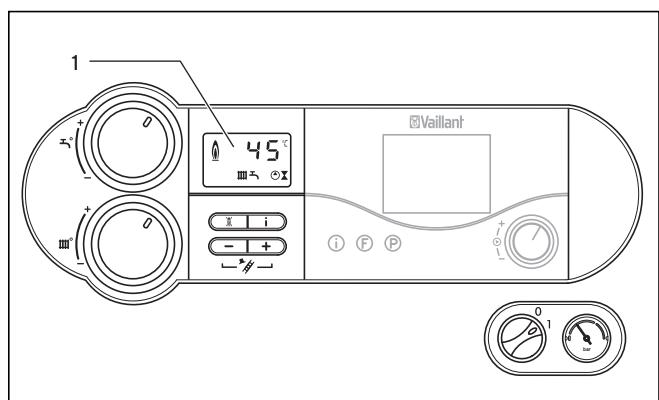

Fig. 4.3 Écran du système DIA
Durant le fonctionnement normal de la chaudière, la température actuelle de départ du chauffage est affichée sur l'écran (1) du système DIA (45 °C dans l'exemple de la fig. 4.3). En présence d'anomalies, l'affichage de la température est remplacé par le code erreur correspondant.